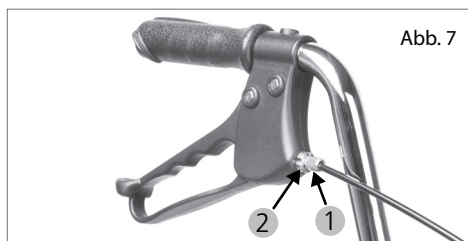

Abb. 7
1. An den Bremsgriffen finden Sie eine Einstellschrauben für die Bremszüge. (1, Abb. 7) Durch Herausdrehen erhöhen Sie die Spannung und verringern den Betätigungsweg des Bremshebels. Dadurch kann der Bremsklotz am Reifen wieder greifen.
2. Die Schraube ist mit einer Mutter (2, Abb. 7) gekontert. Nach erfolgter Justierung müssen Sie stets diese Kontermutter fest anziehen, um ein selbständiges Lockern der Bremszüge zu vermeiden.